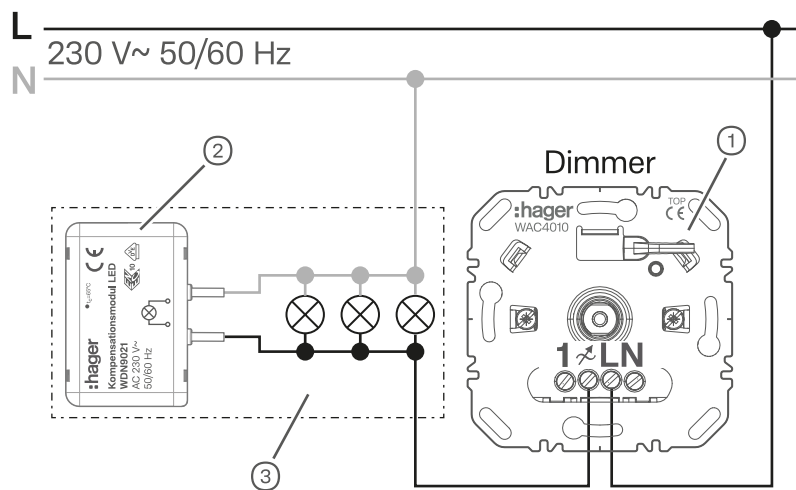
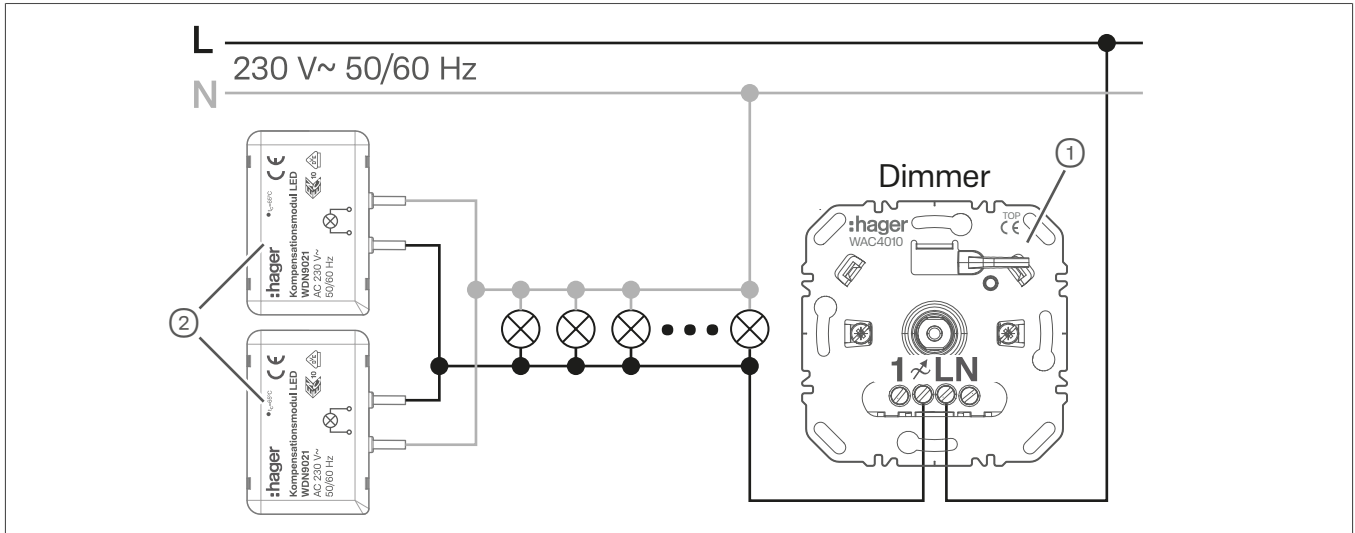

Bild 1: Anschlussbeispiel im Leuchtengehäuse
Bild 2: Anschlussbeispiel mit zwei Modulen
- ① Dimmer im Phasenabschnitt-Betrieb
- ② Kompensationsmodul
- ③ Leuchte mit HV-LED-Lampe
- Kompensationsmodul parallel zur HV-LED-Lampe an Neutraleiter und gedimmte Phase anschließen, (Bild 1) Anschlussbeispiel im Leuchtengehäuse, (Bild 2) Anschlussbeispiel mit zwei Kompensationsmodulen.